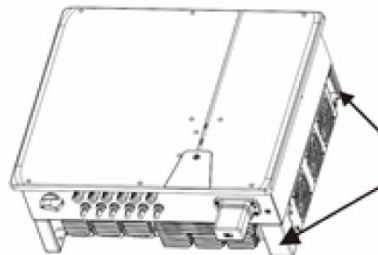

Fig. 3.2: Lyftposition (höger sida)
- 1 Lyft anordningen i de infällda handtagen (se fig. 3.2). Beakta enhetens tyngdpunkt!